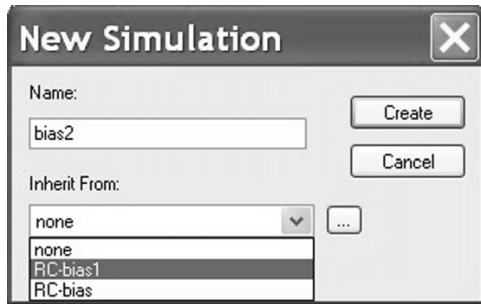

图 2.27 继承已有的仿真文件设置
9. 创建新的 PSpice 仿真设置文件，这次可以继承已有的仿真文件设置。在 **New Simulation** 新仿真文件窗口中输入 **bias2** 作为仿真文件名称，如图 2.27 所示单击下拉菜单 **Inherit From**，选择 **bias1**，然后单击 **Create** 创建新的仿真文件。在仿真设置对话框中，会发现 Bias Point 工作点分析已选择。然后选择 **Options > Output file**，将会看到 LIST 选项被选定，NOBIAS 选项未被选定。单击 OK 按钮关闭仿真设置对话框。